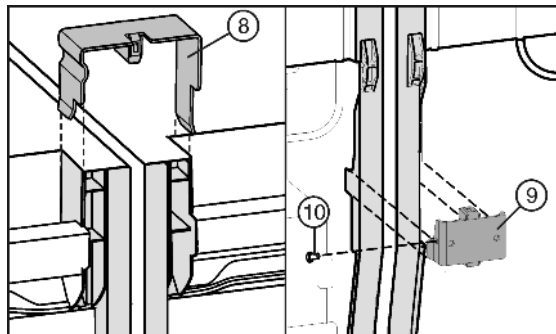

Fig. 7
- ▶ Verbindingsklem Fig. 7 (8) aan de bovenkant op de middelste zijwanden steken.
- ▶ Verbindingshoek Fig. 7 (9) aan de onderkant in de daarvoor bestemde uitsparing plaatsen.
- ▶ Indien de verbindingshoek te los zit, met schroef Fig. 7 (10) vastzetten.